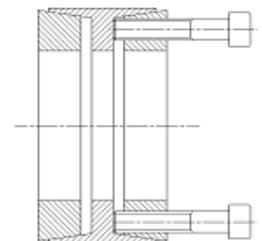

Figure 2
9.2 Enlever toutes les vis dans la bague de serrage avant et insérez-les dans les trous libres, tournant jusqu'à ce qu'elles entrent en contact avec la bride de l'anneau (voir figure 2).